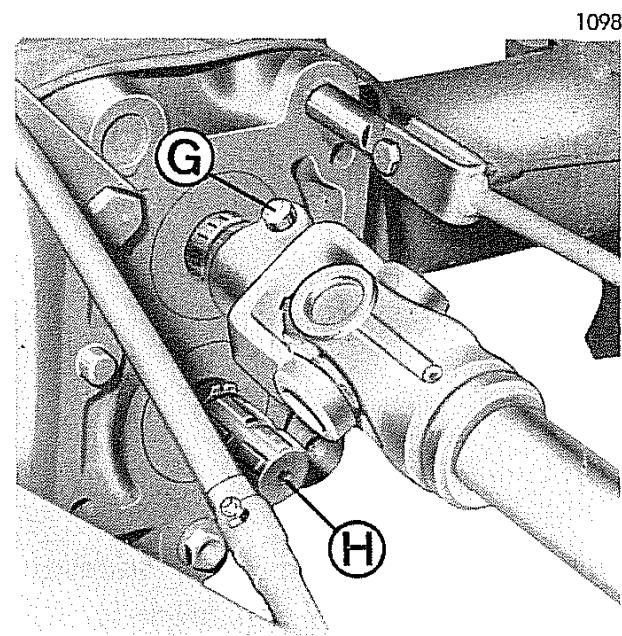

Fig. 6 - Innesto presa di forza
- Nella parte anteriore del carter differenziale, premere il perno **G** (fig. 6) ed estrarre il giunto.
- Infilare il giunto nella calettatura della presa di moto inferiore **H** (fig. 6).
- Su questo modello, formante la motoagricola, non occorre spostare il giunto nella parte inferiore, ma occorre inserire un altro giunto (**a richiesta**) che va dalla presa di forza **H** (fig. 6) alla presa di forza inferiore del motocoltivatore.